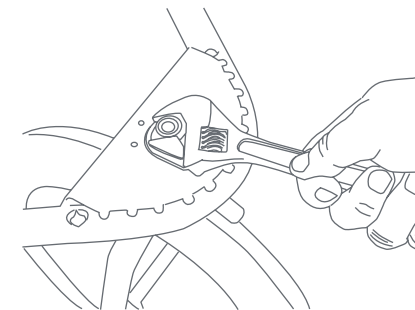

Fig. 21
- 21) •** Si la roue avant oscille au-delà de ce qui est normal lors de l'utilisation pour la marche ou le jogging, vous devrez peut-être ajuster l'écrou de la roue avant. Cet écrou est situé sous le repose-pied situé à l'avant de la Poussette. Vous pouvez utiliser une clé à molette standard, polygonale ou à fourche pour serrer l'écrou (Fig. 21). **NE PAS TROP SERRER.** Cela pourrait endommager le logement de la roue avant.